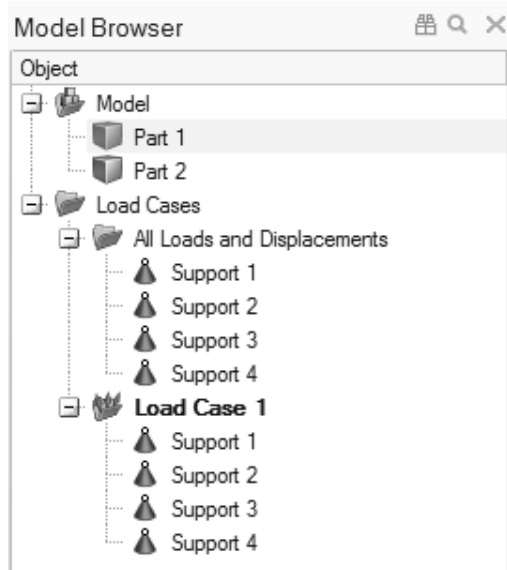

图 4-40
3) 如果模型不可见，则按〈F2〉键打开模型浏览器，如图 4-40 所示。